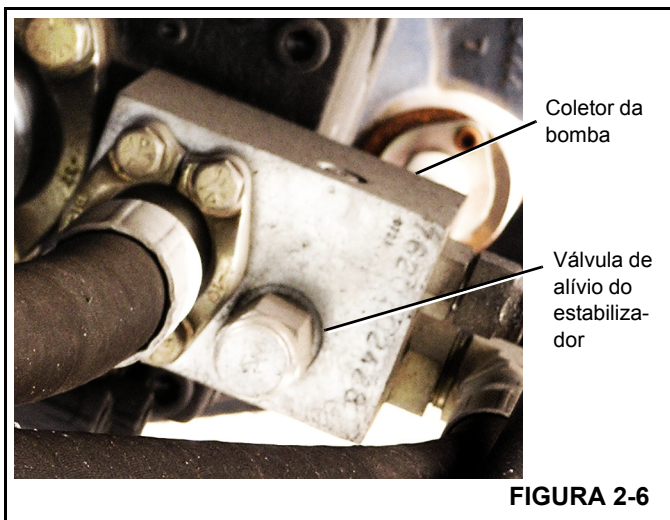

FIGURA 2-6
4. Ative a função de retração do estabilizador selecionado. Ajuste a pressão de alívio para $20.684 + 689/-0$ kPa ($3000 + 100/-0$ psi). A válvula de alívio do circuito do estabilizador está localizada no coletor da bomba (Figura 2-6).